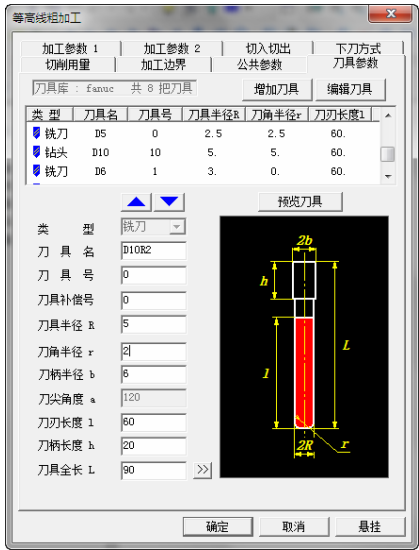

图 8-100 “刀具参数”选项卡
8) 单击“刀具参数”选项卡，选择刀具名称为“D10 R2”，具体“刀具参数”数值如图 8-100 所示。